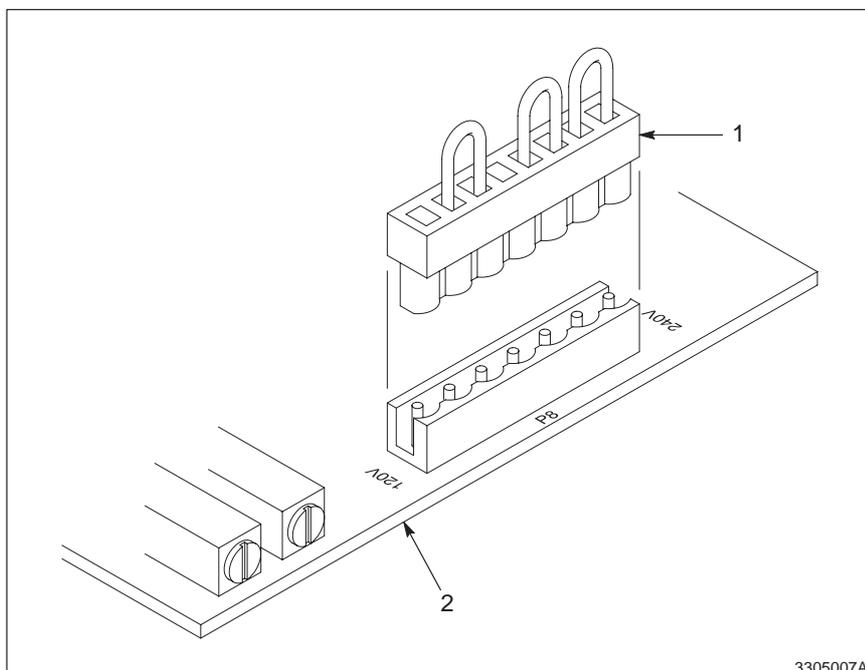

Abb. 3-7 Jumper für die Spannungsauswahl
4. Siehe Abbildung 3-7. Positionieren Sie den Jumper (1) richtig für die gewünschte Spannung auf der Leistungs-/Logikkarte P8. Die auf die Platte (2) geätzte Eingangsspannung ist sichtbar, wenn Sie die gewünschte Spannung auswählen.